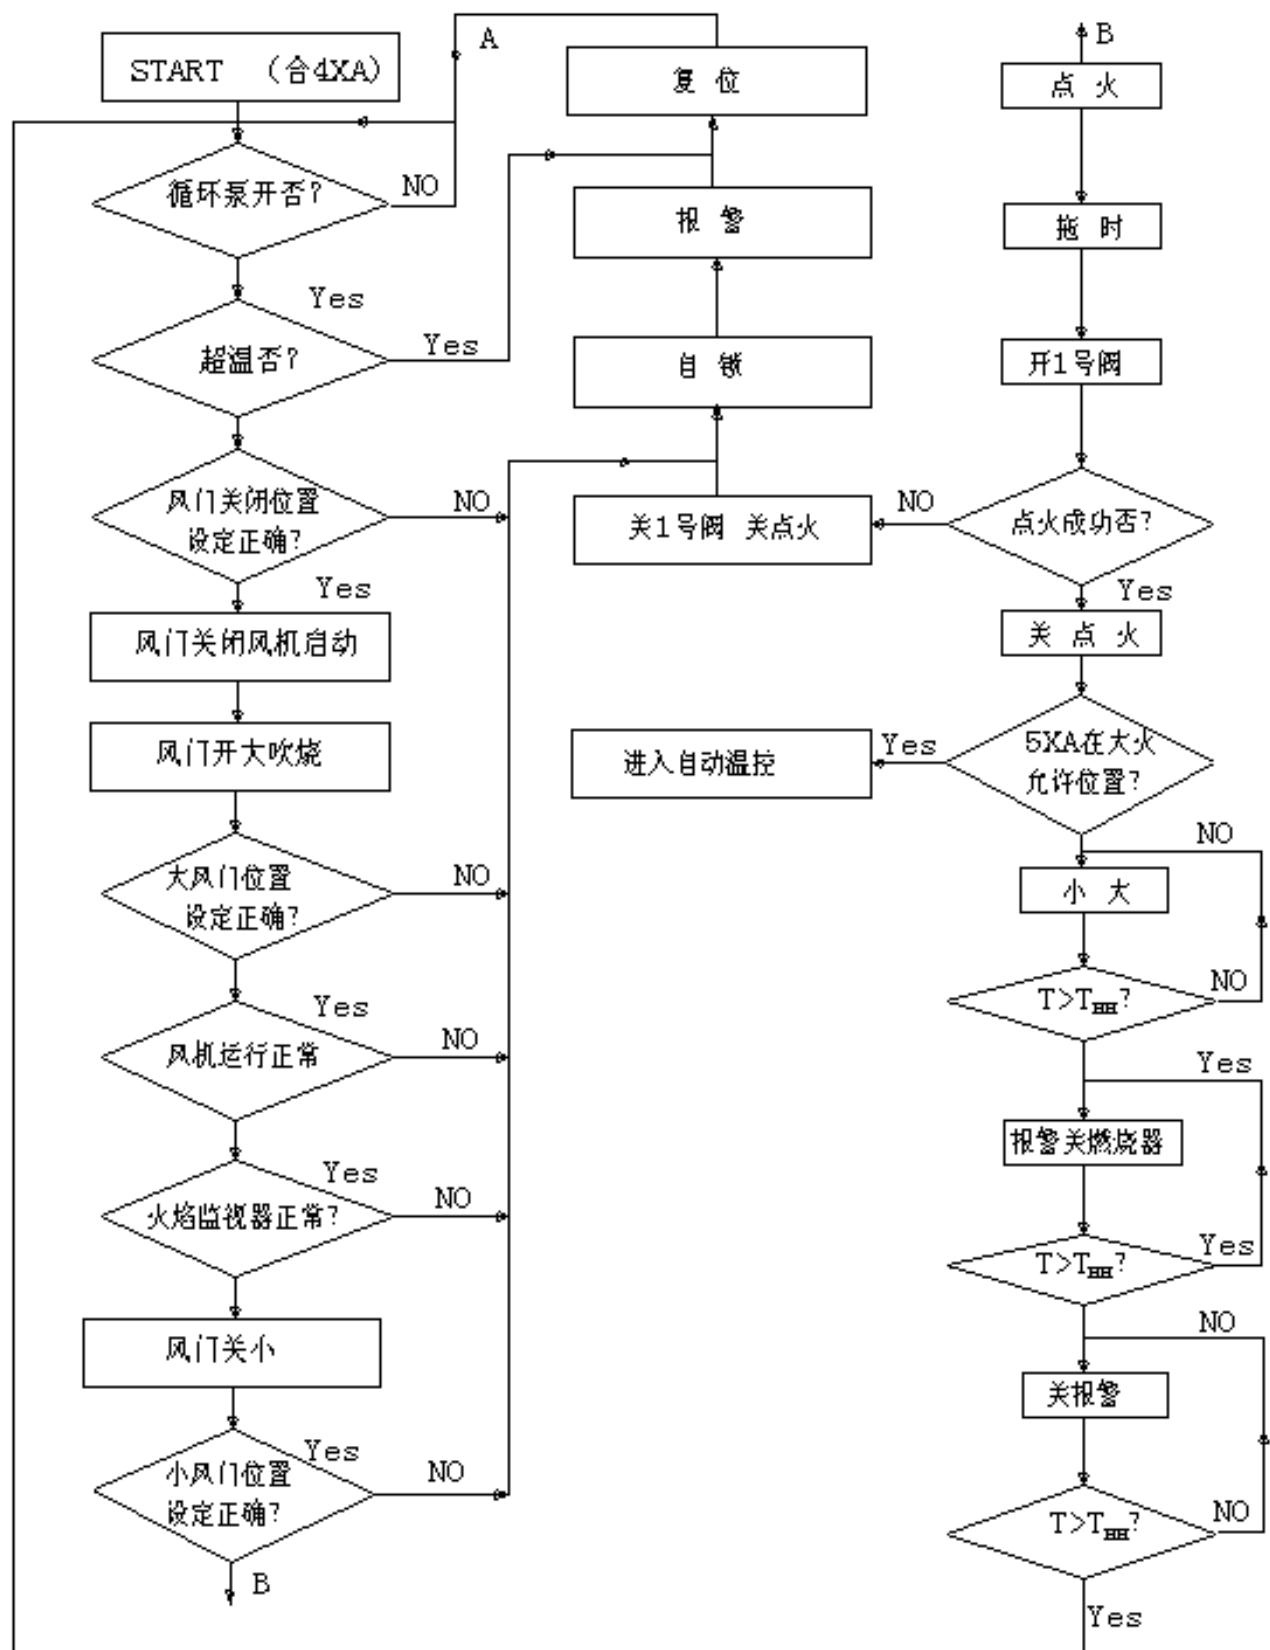

图5 燃烧器动作过程及温度控制流程图
5.2.2 燃烧器动作过程及温度控制流程图（以燃轻油炉为例）见图 5 温度控制阶段分为：温度上升和下降过程
①温度上升过程
②温度下降过程